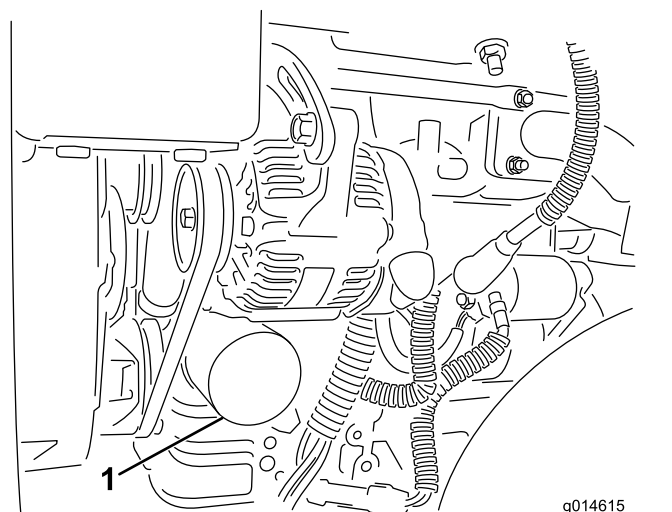

図 30
2. オイルフィルタ 図 30 を外す。新しいフィルタのガスケットに薄くエンジンオイルを塗る。